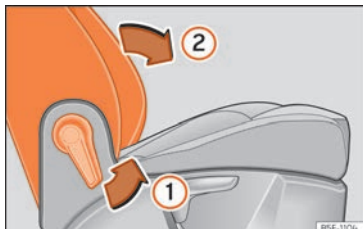

Abb. 161 Beifahrersitz: Hebel zum Umklappen der Rückenlehne.
- Ziehen Sie den Hebel **1** » **Abb. 161** und drücken Sie die Rückenlehne soweit nach vorn **2** bis sie sich in horizontaler Stellung befindet.